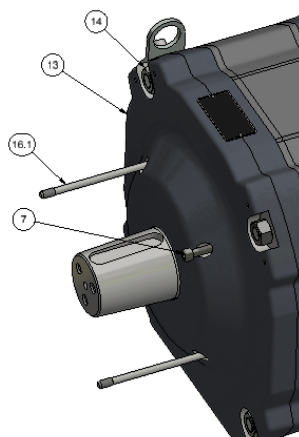

FIG.5
- Assemblez le flasque selon la figure 5
- Visser les 2 vis Pos. 7 dans les 2 trous libres (avec Loctite 243) comme indiqué sur la figure 5 jusqu'à ce qu'ils commencent à résister